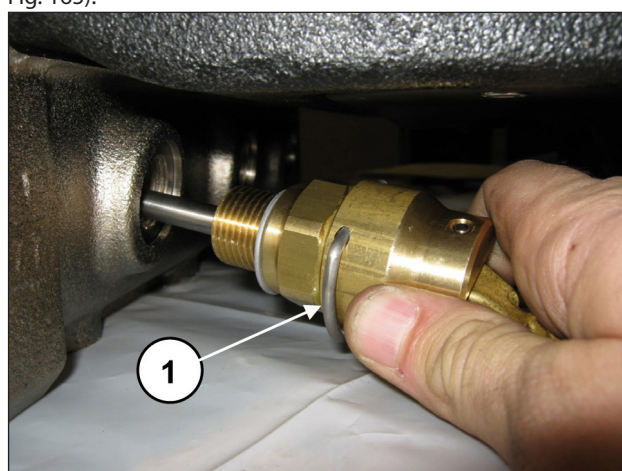
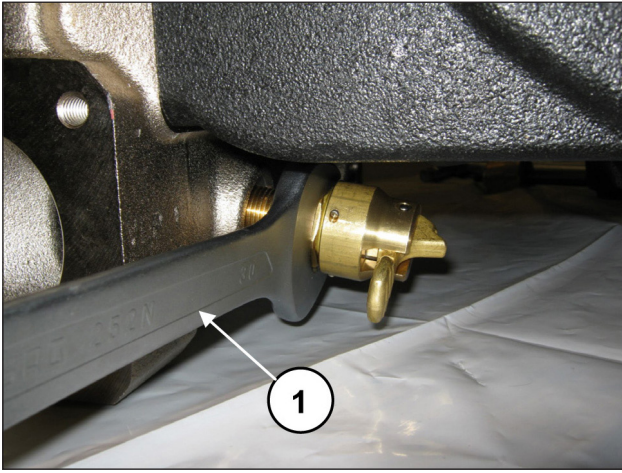

Fig. 164
Fig. 165
Serrer les vis M16x45 des couvercles d'aspiration et de refoulement à l'aide d'une clé dynamométrique, en suivant les explications du chapitre 3 FORCES DE SERRAGE DES VIS. Appliquer les dispositifs d'ouverture des soupapes (rep. ①, Fig. 164) et les serrer à l'aide d'une clé de 30 mm (rep. ①, Fig. 165).